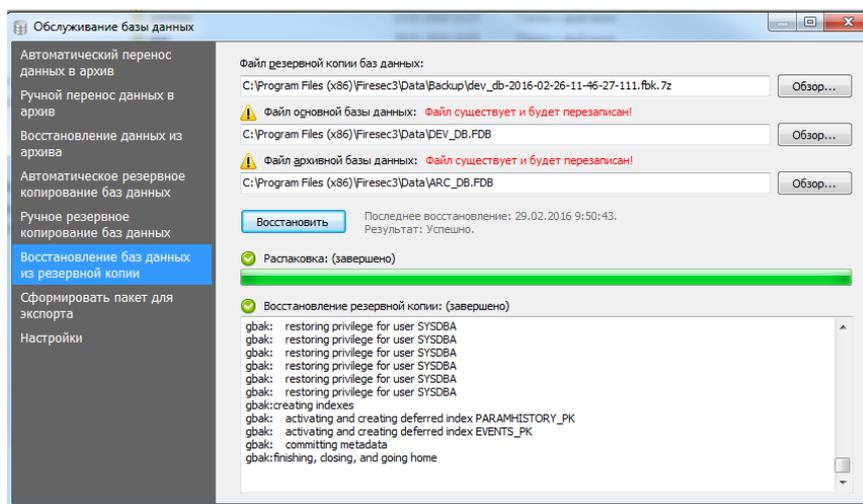

Рис. 11 Вкладка **Восстановление баз данных из резервной копии**
1. Перейти на вкладку **Восстановление баз данных из резервной копии** (Рис. 11),